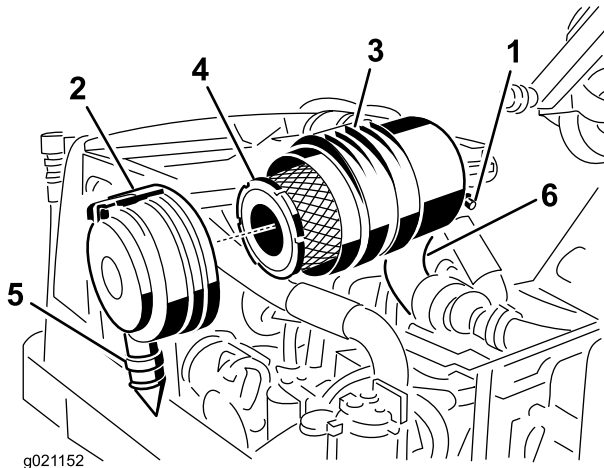

Figure 57
1. Tirez le verrou vers l'extérieur et tournez le couvercle du filtre à air dans le sens antihoraire (Figure 57).
2. Déposez le préfiltre (Figure 57).
4. Remplacez le préfiltre (Figure 57).
8. Montez le couvercle en dirigeant la valve de sortie en caoutchouc vers le bas, à peu près entre les positions 5:00 et 7:00 heures vu de l'extrémité (Figure 57).